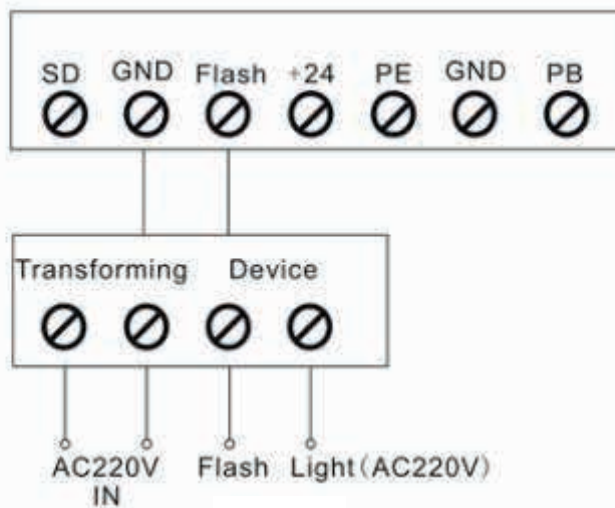
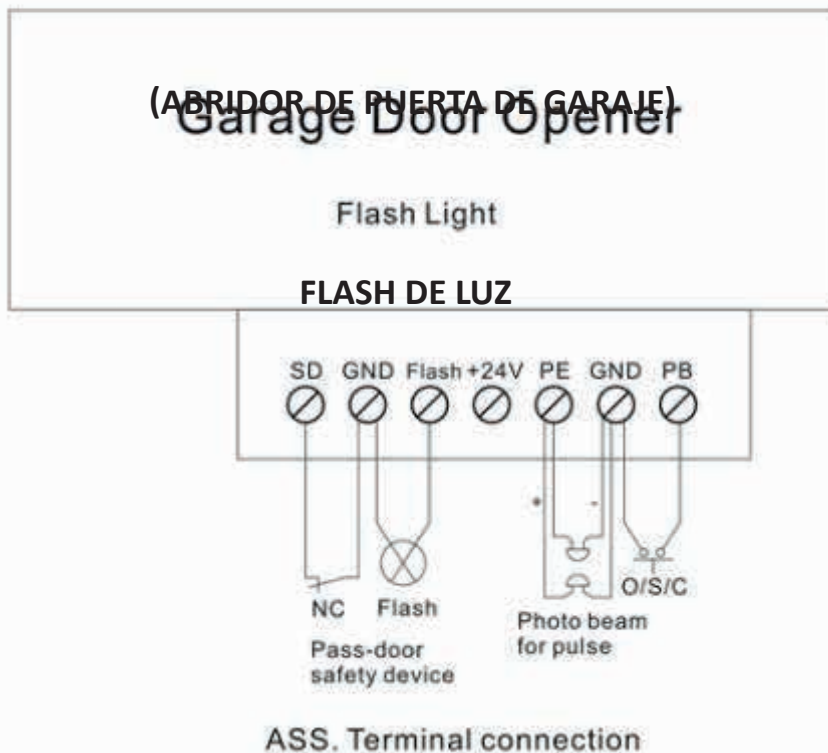

Fig:17
Fig:18
La instalación O/S/C (Abrir / Detener/ Cerrar) puede ser utilizada por un botón externo para operar el abridor. El interruptor debe tener una tensión libre de contactos normalmente abiertos (Fig. 18)
1. Las interfaces O/S/C disponibles. (Fig. 17, Fig. 18) Añade un nuevo O/S/C botón para abrir o cerrar puerta
2. Función de luz de flash. (Fig. 17, Fig. 18)
3. Pasar protección de puerta (SD) (Fig. 17, Fig. 18)